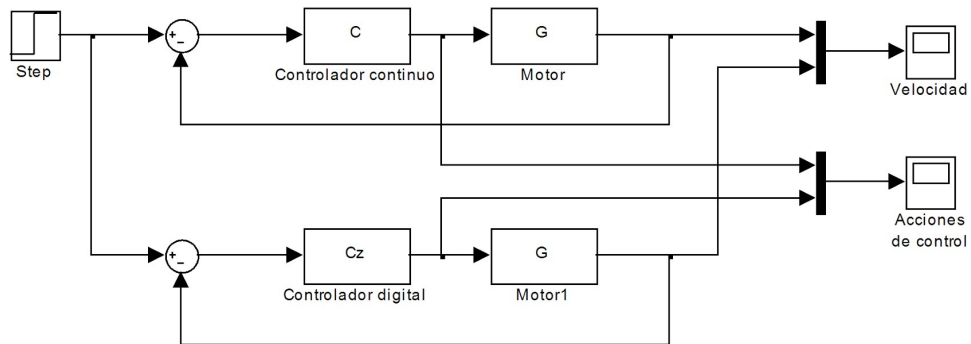

Figura 1: Comparación entre controlador continuo y controlador discretizado
- Se realiza una simulación con Simulink, donde se pueda observar la diferencia de respuesta entre los dos controladores. En la figura 1 tiene una sugerencia de cómo hacerlo. Se recomienda el uso del bloque *LTI System* del Control System Toolbox, válido tanto para sistemas continuos como discretos. Conviene fijarse también en las acciones de control para comprobar si serán admisibles posteriormente por el proceso.